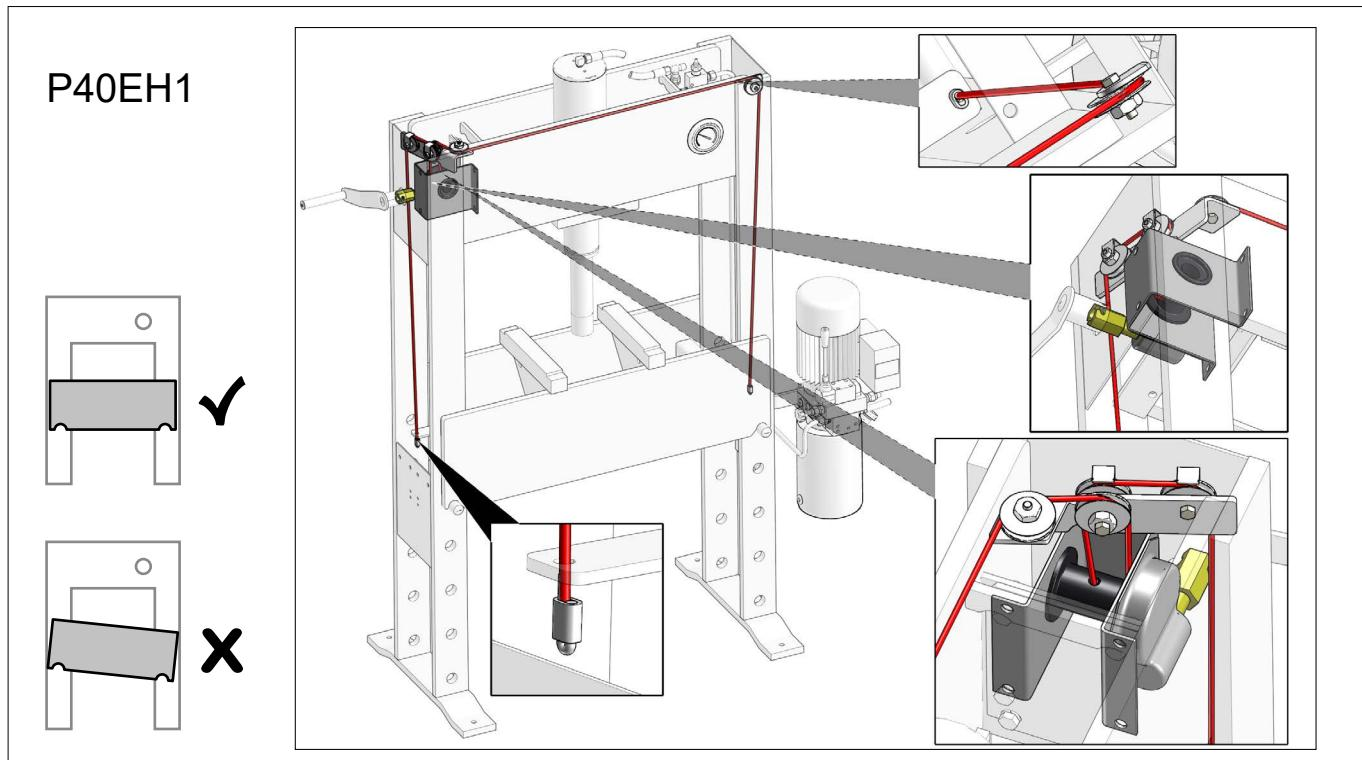

Fig.30
- Spillets wire og wirens fastgørelse (Fig.30) - (Fig.32)
- Winch and wire for wear and tear (Fig.30) - (Fig.32)
- Winde und Draht für Verschleiß (Fig.30) - (Fig.32)
- Treuil et fil pour l'usure (Fig.30) - (Fig.32)
- Vinsch och tråd för slitage (Fig.30) - (Fig.32)
- Vinssi ja lanka kulumista varten (Fig.30) - (Fig.32)
- Lier en draad op slijtage (Fig.30) - (Fig.32)
- Compruebe que el polipasto y su cable no presenten daños (Fig.30) - (Fig.32)
- Лебедка и трос на износ (Fig.30) - (Fig.32)
- Verricello e filo per usura (Fig.30) - (Fig.32)